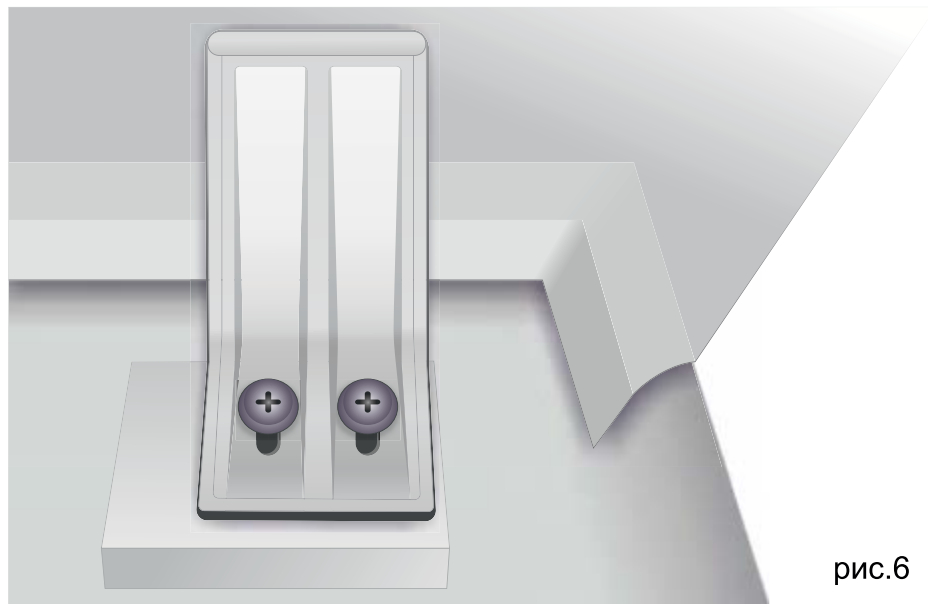

рис.6
- Вставляем фронтальную панель между креплением и бортом ванны (рис. 6).